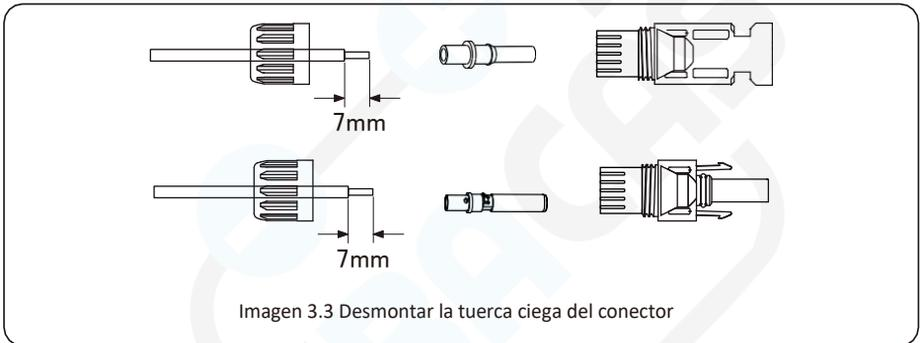

Imagen 3.3 Desmontar la tuerca ciega del conector
- a) Pele el cable de DC unos 7 mm, desmonte la tuerca ciega del conector (consulte la imagen 3.3).